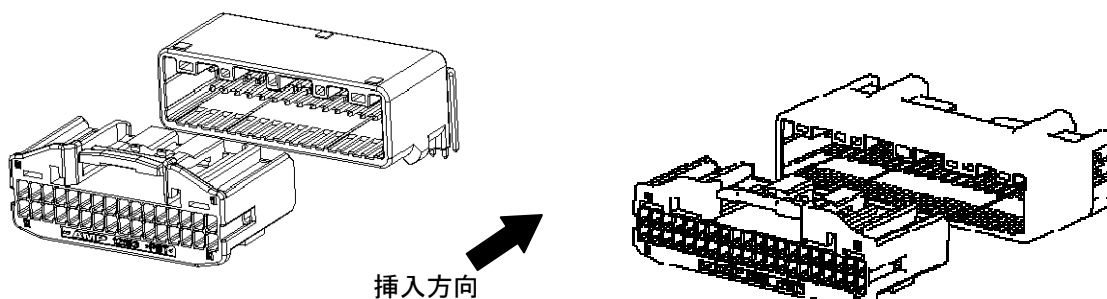

Fig.15
(3) 指定のメス・ハウジングをオス・コネクタにFig.15のような向きに真っ直ぐ挿入して下さい。